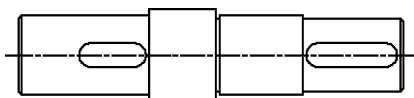

图 5-96 轴
绘制如图 5-96 所示的轴。
(11) 单击“默认”选项卡“修改”面板中的“修剪”按钮 ，将多余的线进行修剪，最终结果如图 5-96 所示。